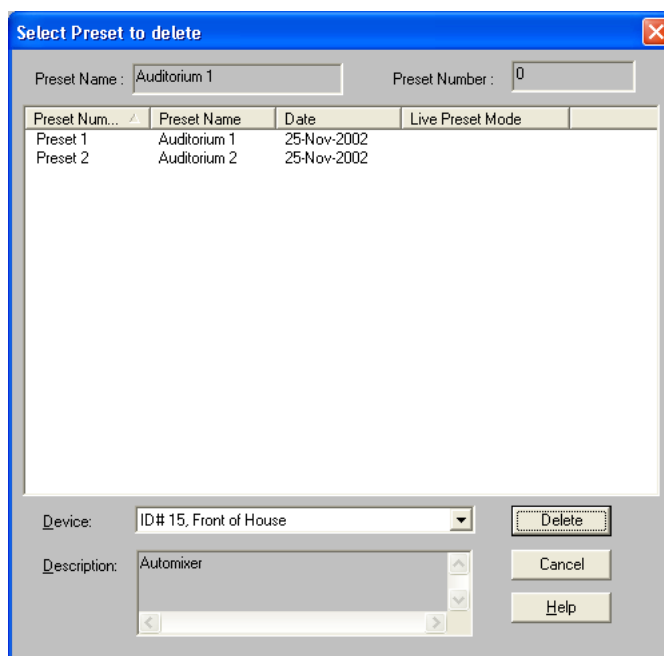

FIGURE 4-4 : Boîte de dialogue « Select Preset to delete »
4. La boîte de dialogue « Select Preset to delete » (Choisir le préréglage à supprimer) apparaît, comme illustré à la figure 4-4.